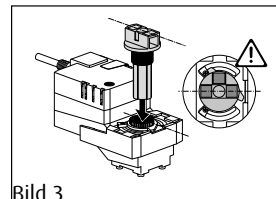

Bild 3
3. Drehwinkelscheibe mit Drehwelle in Stellung Rechtsanschlag bringen, dabei Drucktaste zur Getriebeausrüstung drücken (Bild 3).